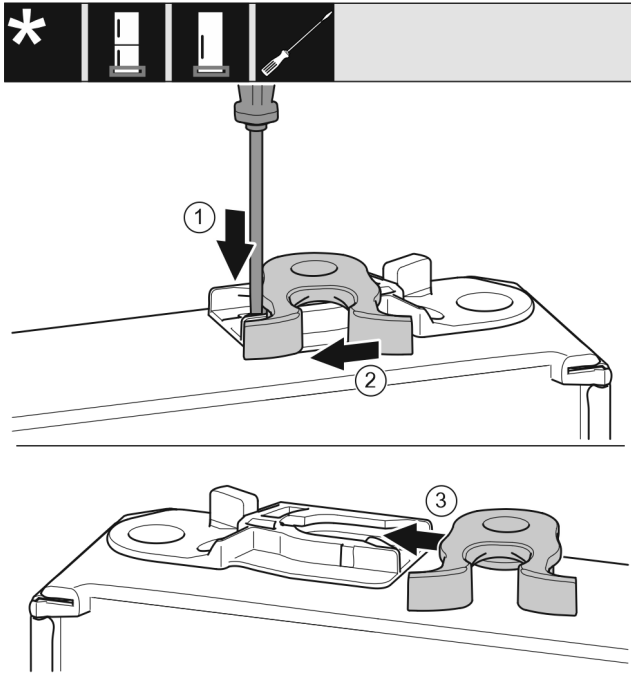

Fig. 26
- Pousser la languette Fig. 26 (1) vers le bas avec un tournevis plat.
- Retirer la gâche Fig. 26 (2) du guide.
- Pousser la gâche Fig. 26 (3) de l'autre côté dans le guide.